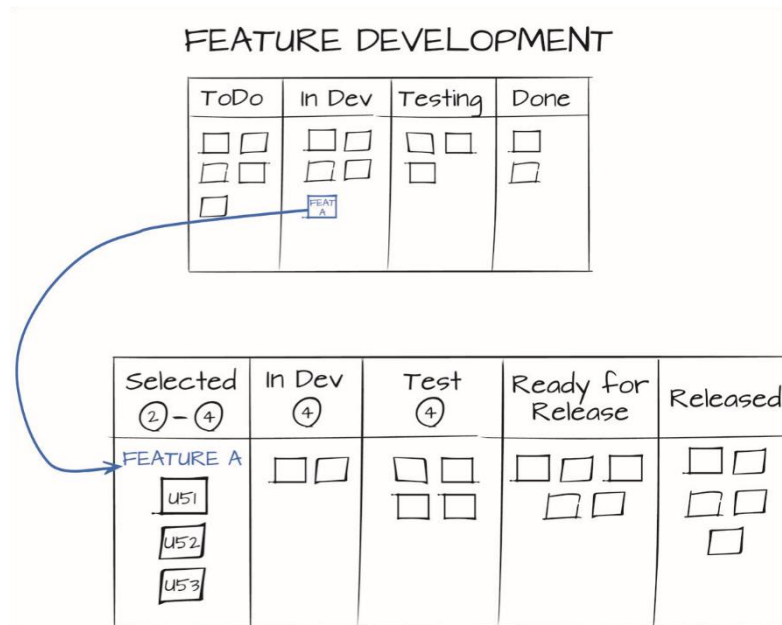

Figura 17 - Exemplo de crescimento em altura
*Crescimento em Altura* Considerar a hierarquia de itens que compõem as entregas, cada nível com diferentes características de fluxo relevantes. Por exemplo, uma "história de um usuário" é uma pequena parte da funcionalidade de um "recurso" de um produto de software, que é parte de uma versão do software. Kanban pode ser usado em cada um desses níveis com diferentes fluxos de trabalho e políticas em cada nível. Esta dimensão utiliza a natureza "sem escala" do Kanban: os mesmos princípios e práticas gerais aplicam-se independentemente do tamanho do item de trabalho, embora a natureza do trabalho nas diferentes escalas implique em sistemas e políticas muito diferentes (Figura 17).
serviços necessários pela organização para entregar valor. O crescimento em profundidade conecta vários serviços no nível através dos ciclos de feedback (cadências) que equilibram a capacidade dos serviços. A figura 17 mostra como os itens bloqueados num serviço podem depender de outros serviços especializados. Um serviço pode fornecer uma função específica (legal, TI, RH, ou serviços de contabilidade, por exemplo) ou ser alinhado em torno da entrega de trabalho que requer um amplo conjunto de habilidades diferentes dentro deles (novo desenvolvimento de produto ou serviços de cinema e televisão, por exemplo). O desafio no ecossistema ampliado do Kanban é alcançar equilíbrio e fluir através de todos os serviços interdependentes.